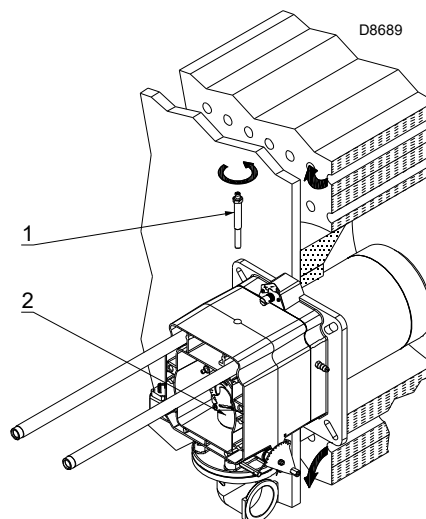

Fig. 12
- sacar el tornillo 1)(Fig. 12);
- extraer la parte interna 2)(Fig. 12) del cabezal y regularlo.